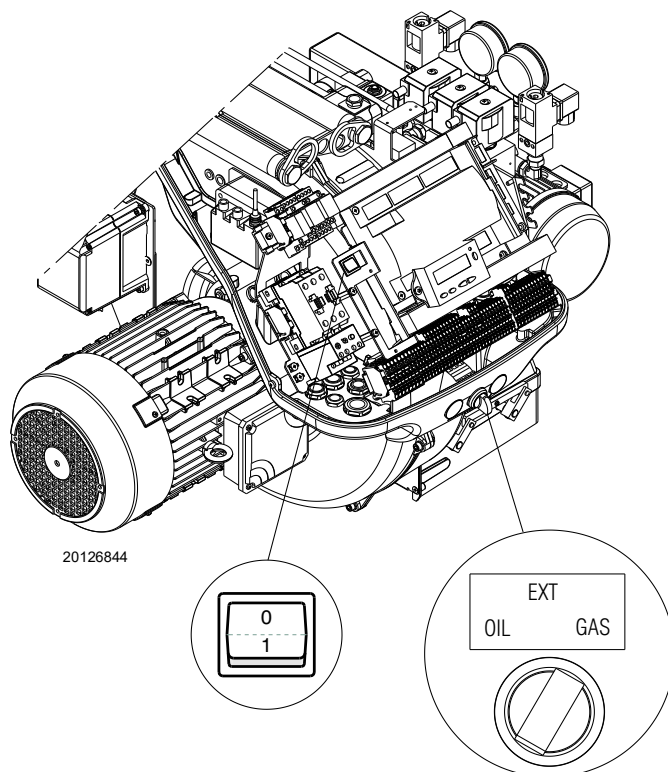

Fig. 40
- Cerrar los termostatos/presostatos y poner el interruptor de la Fig. 40 en la posición "1".
- Colocar el interruptor en la posición "OIL" (Fig. 40) para el funcionamiento a gasóleo y en "GAS" para el funcionamiento a gas.
- 1 con el selector "OIL-EXT-GAS" (Fig. 40);